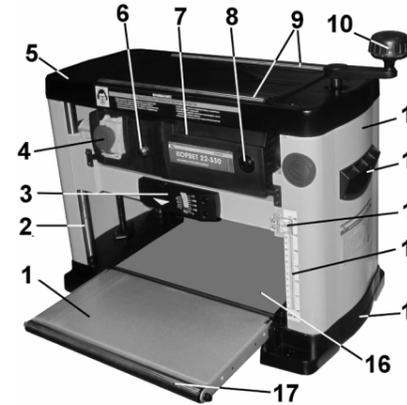

Рис. 2
9. УСТРОЙСТВО И ОРГАНЫ УПРАВЛЕНИЯ, Рис. 2÷4
10.4. Юстировка роликов удлинителей стола, Рис. 2÷ 7.
11.1. Магнитный пускатель и тепловой прерыватель, Рис. 2; 7.
11.2. Предварительное строгание, Рис. 2+4.
Ручкой (10), Рис.2, по указателю (13) на шкале (14) установите положение, соответствующее максимально толстому участку заготовки, после чего установите глубину строгания.
11.2.3. Заготовку подавайте обработанной (фугованной) стороной вниз по поверхности рабочего стола (16) со стороны переднего удлинителя стола (1) до момента захвата заготовки протяжными роликами (автоматическая подача); по необходимости поддерживайте заготовку, не форсируя и не замедляя скорость прохождения заготовки, Рис.2.
11.3. Регулировка размера строгания и установка указателя шкалы, Рис. 2; 8+10.
11.4. Чистовое строгание и дополнительные операции (Рис. 2)